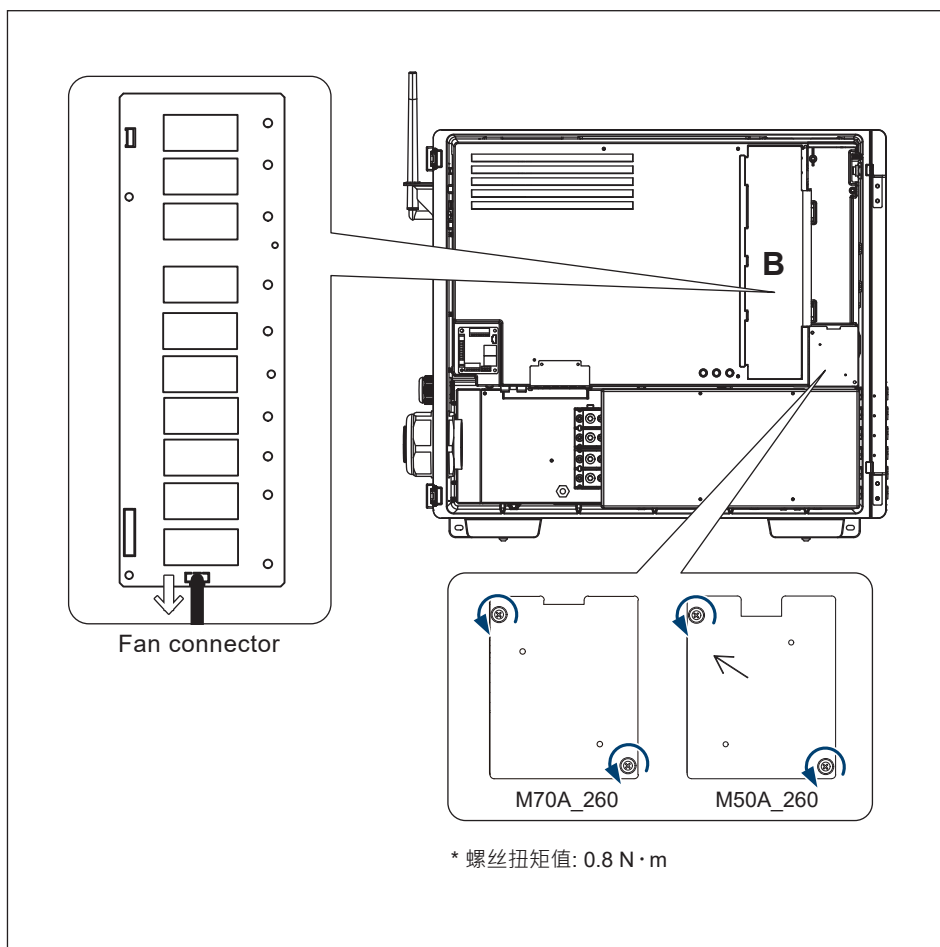
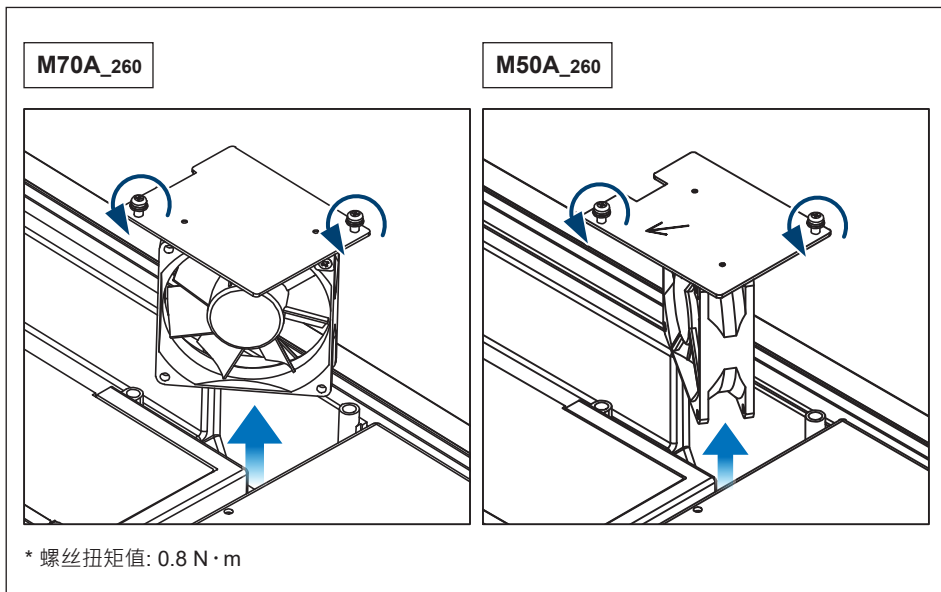

图 5-11 : 内部风扇1 位置与拆装示意图
图 5-12: 取下内部风扇1示意图
- (1) 拆下B盖。
- (2) 松开图5-11中所示的两颗防脱落螺丝，然后拆下风扇架。
- (3) 取下DC SPD板上的电源连接排线。
- (4) 取下风扇组件。(如图5-12所示)